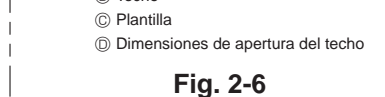

Fig. 2-6
• Asegúrese de que el paso A se realiza en 17-22 mm, 11/16-7/8 pulgadas. Si no se respeta este margen, podrían producirse graves daños. (Fig. 2-6)